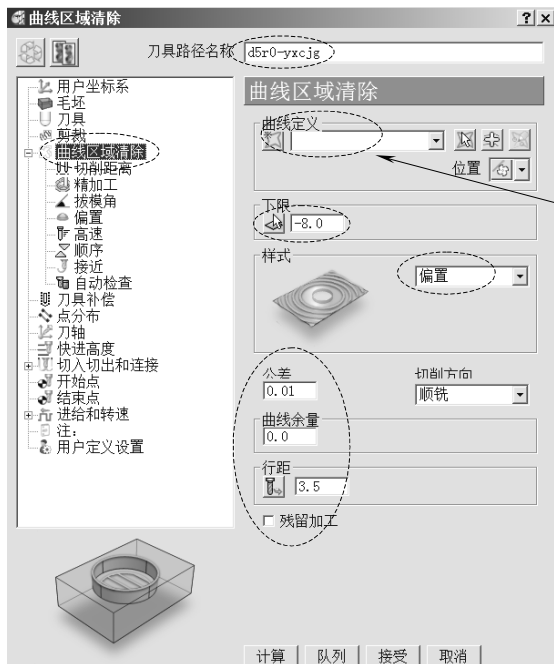

图 2-60 设置腰形槽加工刀具路径参数
1) 计算腰形槽加工刀具路径：在 PowerMILL “综合”工具栏中，单击“刀具路径策略”按钮, 打开“策略选取器”表格，选择“2.5 维区域清除”选项，在该选项卡中选择“二维曲线区域清除”，单击“接受”按钮，打开“曲线区域清除”表格，按图 2-60 所示设置腰形槽加工刀具路径参数。